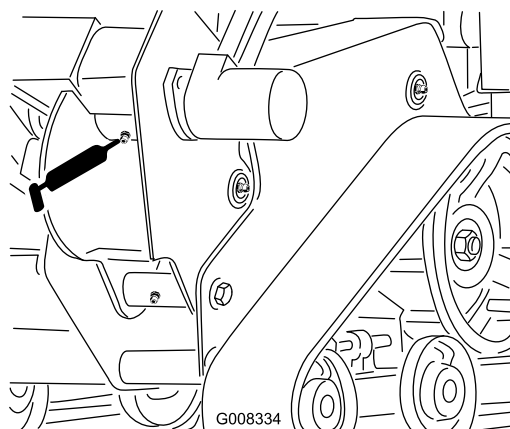

図 29
3. トレンチャハウジングのグリスフィッティングをウェスできれいにぬぐい、グリスガンを取り付ける 図 29。